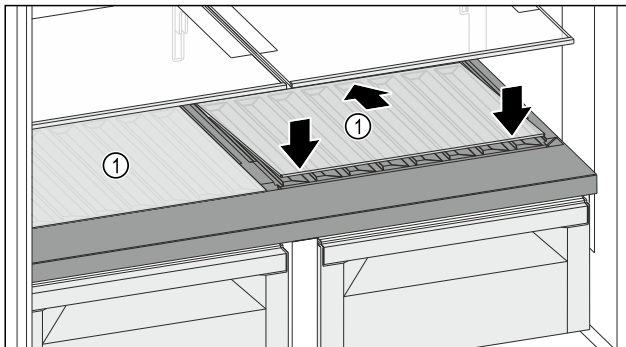

Fig. 133
- Glasplatte Fig. 133 (1) schräg und nach hinten unten geneigt ansetzen.
- Glasplatte Fig. 133 (1) vorne absenken.